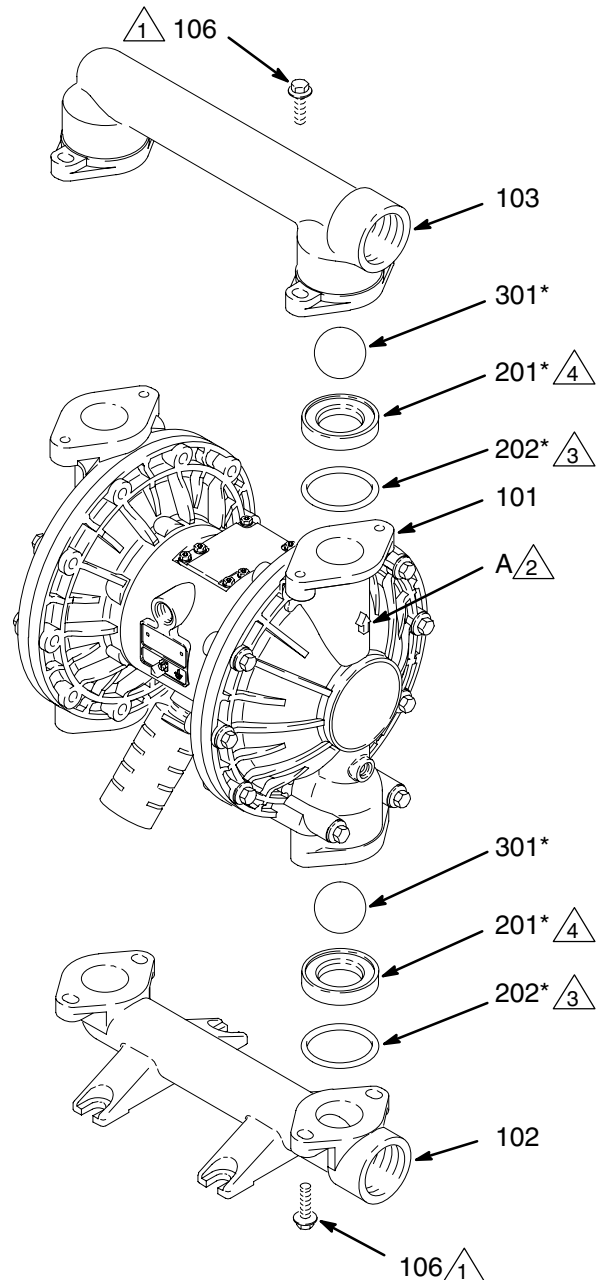

Abb. 10
3. Mit einem 13-mm-Steckschlüssel die vier Schrauben (106) lösen, mit denen der Auslassverteiler (103) an den Materialabdeckungen (101) befestigt ist. Siehe Abb. 10.
4. Die O-Ringe (202, *bei manchen Modellen nicht verwendet*), Sitze (201) und Kugeln (301) aus dem Verteiler ausbauen.
5. Die Pumpe umdrehen und den Einlassverteiler (102) ausbauen. Die O-Ringe (202, *bei manchen Modellen nicht verwendet*), Sitze (201) und Kugeln (301) von den Materialabdeckungen abnehmen.
2. In umgekehrter Reihenfolge wieder zusammenbauen, dabei alle Hinweise in Abb. 10 beachten. Sicherstellen, dass die Kugelrückschlagventile **genauso** zusammengebaut werden, wie dargestellt. Die Pfeile (A) auf den Materialabdeckungen (101) **müssen** zum Auslass-Verteilerrohr (103) zeigen.